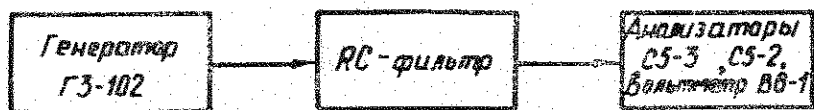

Рис. 5. Схема электрическая структурная проверки коэффициента нелинейных искажений
10.4.2. Коэффициент гармоник проверяется по схеме рис. 5. От генератора на вход заградительного RC-фильтра подайте напряжение, контроль напряжения осуществляйте по стрелочному индикатору генератора.